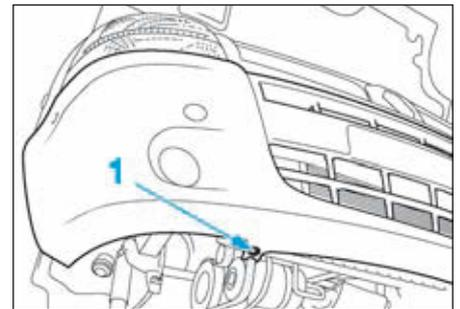

FIG.117
- Déclipper les éclairateurs de plaque d'immatriculation (1) (Fig.117) à l'aide d'un tournevis plat.